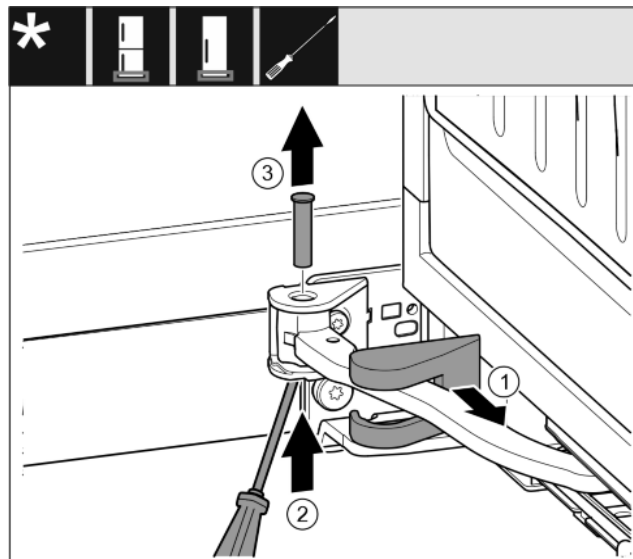

Fig. 12
- ▶ Lagerbockabdeckung abziehen und entlang des Gelenks verschieben. Fig. 12 (1)
- ▶ Bolzen mit Finger oder Schraubendreher von unten anheben. Fig. 12 (2)
- ▶ Mit Schraubendreher unter den Bolzenkopf fahren und herausziehen. Fig. 12 (3)